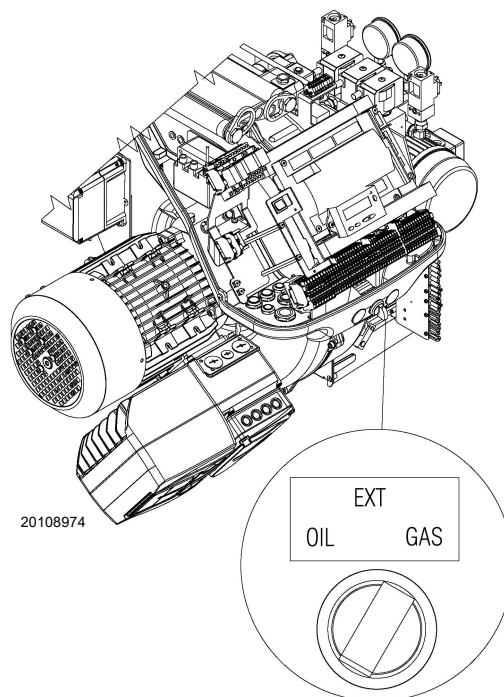

Fig. 39
- 1 con el selector “OIL-EXT-GAS” (Fig. 39);